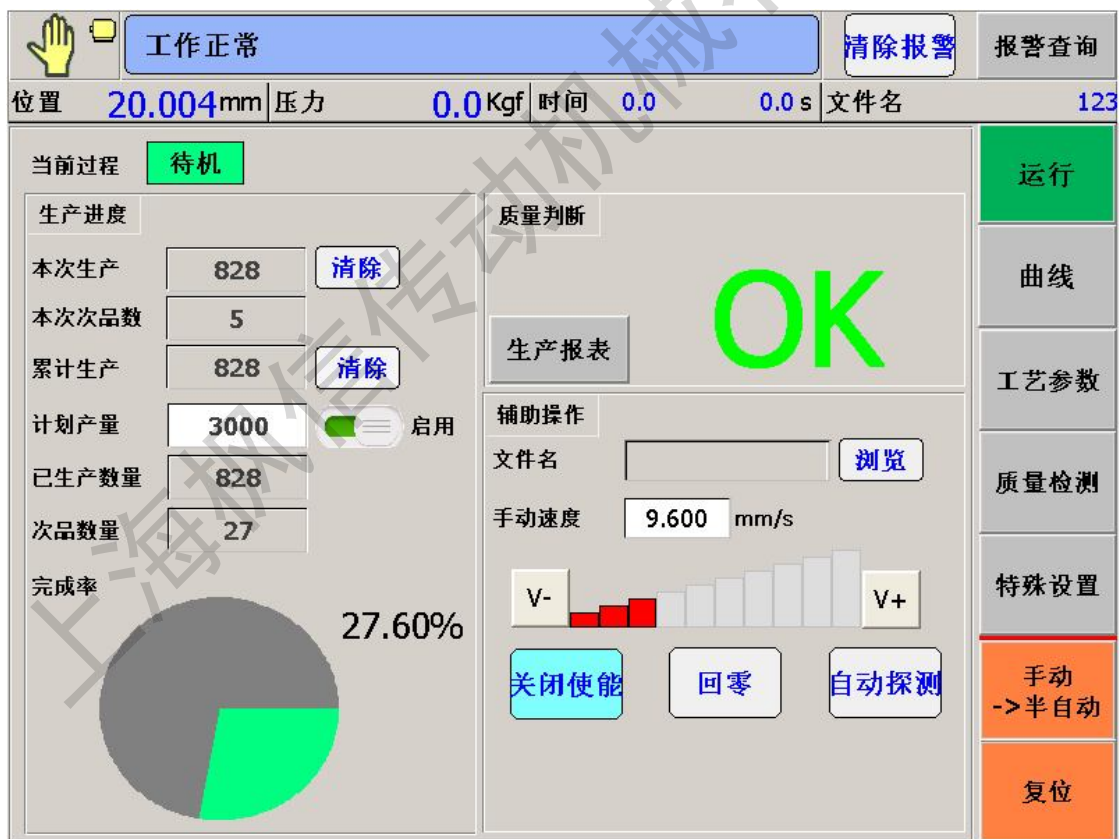

图 5-1 主页面
- 配备 10.4 寸真彩触摸显示器，全中文界面，图文显示，碰触操作，简单直观，普通操作员工经过简单培训即可上岗操作。主界面如图 5-1 所示。